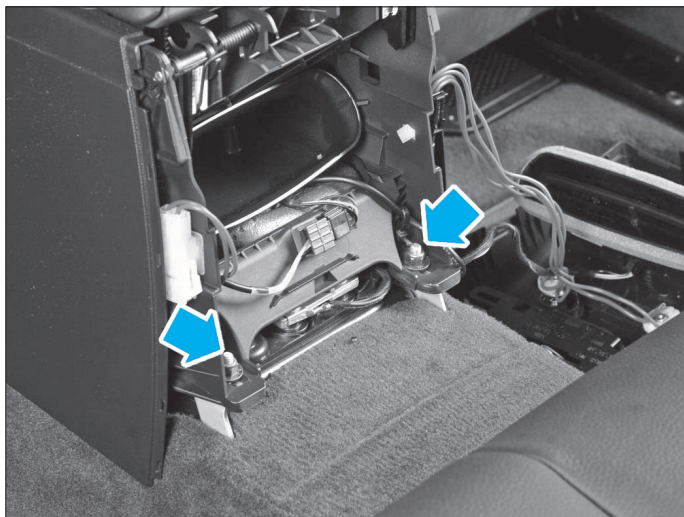

FIG. 6
- Déposer les 2 écrous de fixation arrière de la console (Fig.6).